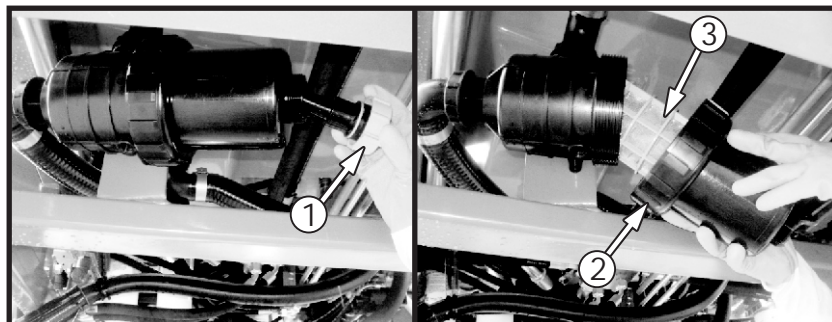

Figura 31
- Retire a borboleta (tampa amarela) (Figura 31/1);
- Afrouxe a porca (Figura 31/2) e retire a parte inferior do filtro;
- Retire o elemento filtrante (Figura 31/3), lave-o em água corrente e monte os componentes na ordem inversa.